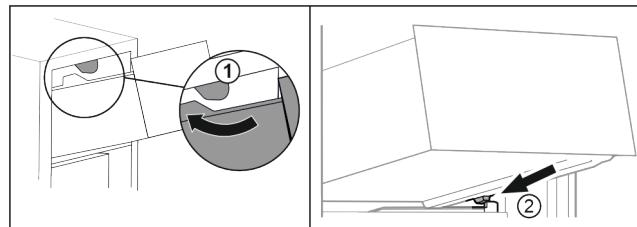

Fig. 14
- Обведите выдвижной ящик вокруг верхнего стопора. Fig. 14 (1)
- Наклоняя вниз, установите выдвижной ящик за нижние стопоры на контейнерное ребро. Fig. 14 (2)